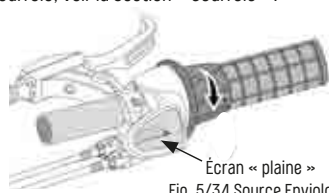

Fig. 5/34 Source Enviolo
- Rotation dans le sens antihoraire : L'écran montre une « plaine » („Fig. 5/ Source Enviolo“ à la page 34). Ce réglage doit être utilisé pour les vitesses élevées.